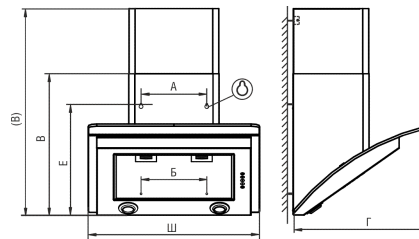

рис. 2
6.1 Установка кухонной вытяжки (рис.2).